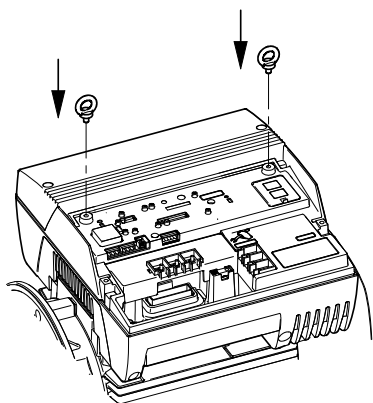

Рис. 63 Установка рым-болтов в горизонтальном насосе
1. Установите рым-болты (поз. N) в клеммную коробку. См. рис. 63.
1. Установите рым-болты (поз. N) на клеммную коробку. См. рис. 63.